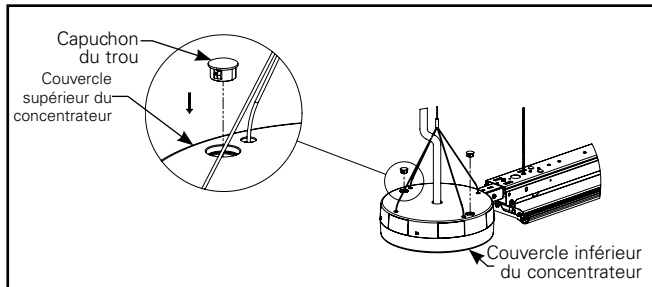

Figure 11.4.
- D. Installez les capuchons dans les trous pour les fermer à deux endroits (figure 11.4).